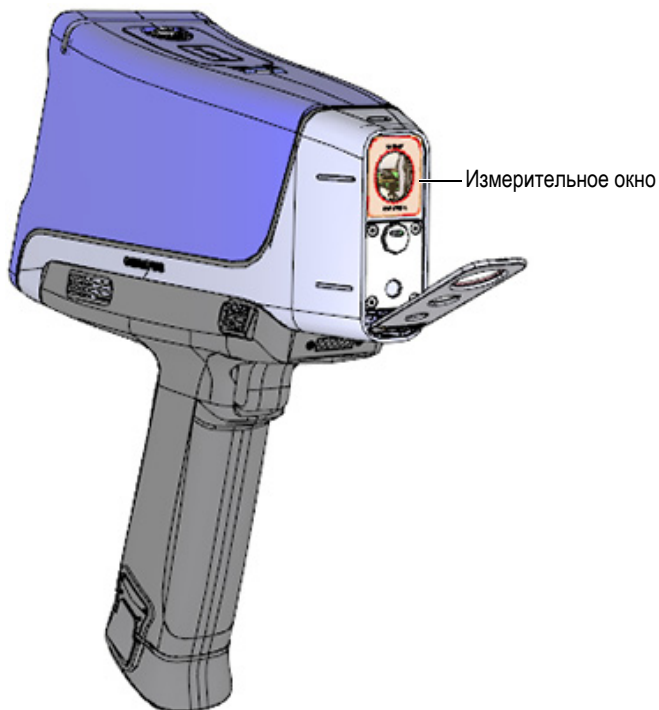

Рис. 4-4 Лицевая панель датчика полностью открыта
- Откиньте панель датчика для доступа к измерительному окну (см. Рис. 4-4 на стр. 92).